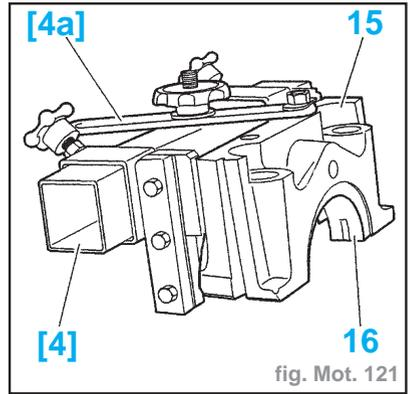
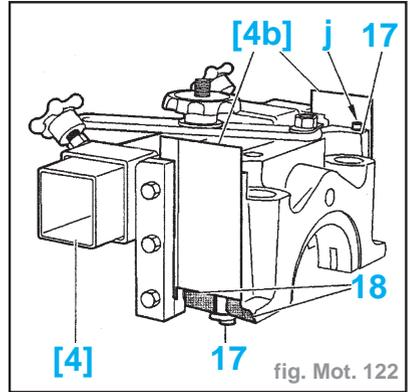

fig. Mot. 121
fig. Mot. 122
- Placer l'outil [4] (-).0153-A sur le chapeau de palier n°1 (15) (fig. Mot. 121) :
- Mettre en place le coussinet (16) sur le chapeau de palier.
- Placer les joints latéraux (17) dans la gorge du chapeau de palier avec le minimum de dépassement en "j" (fig. Mot. 122).
- Placer les cliquants [4b] sur l'outil [4] au-dessus du talon (18) de chapeau de